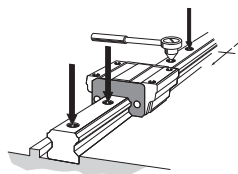

Рис.10 Полностью затяните установочные болты
(4) Затяните установочные болты с указанным моментом затяжки при помощи динамометрического ключа. (См.Рис.10, и Таблица1 и Таблица2 на с. В1-101.)